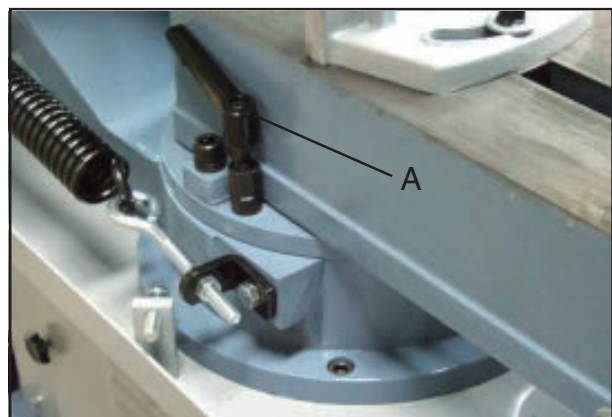

Fig. 7
2. Den Jaccardhebel (A, Fig. 7) auf der Materialzufuhrseite lösen, den Positionsbolzen ziehen und durch drehen so feststellen, damit er nicht wieder einrastet.